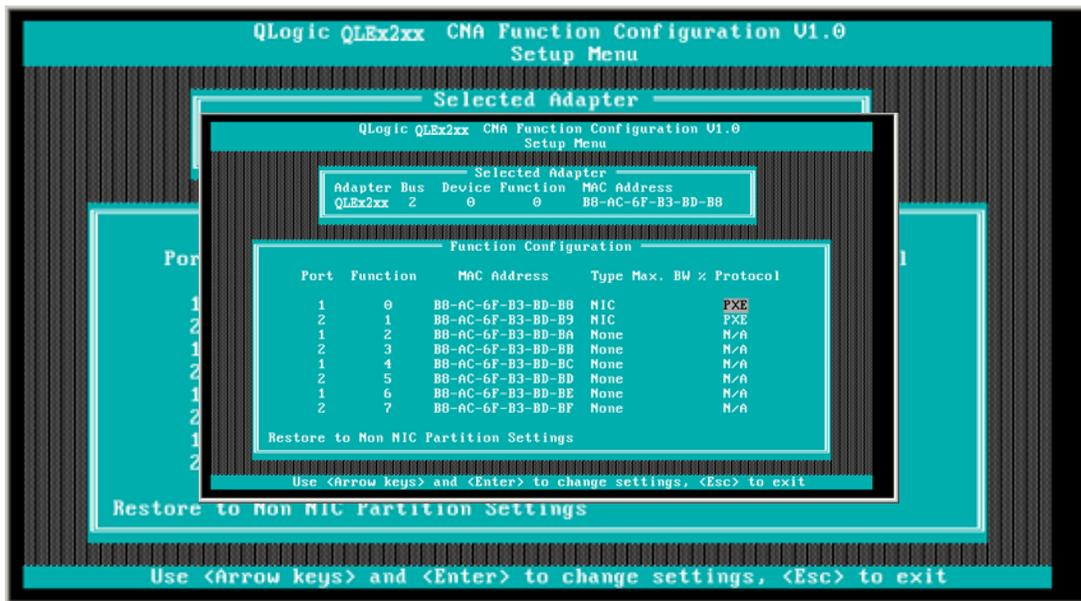

Figure 5-20. Configuration de la fonction QLogic 82xx CNA
2. Dans la fenêtre principale de Configuration de la fonction CNA, vérifiez que **Protocol** (Protocole) est configuré sur **PXE** (Figure 5-20).